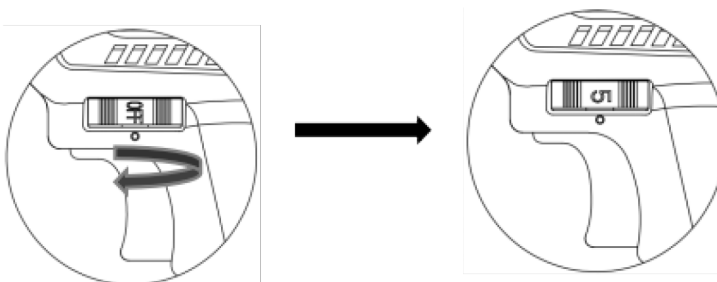

Рис. 10
5. Поверните колесо регулировки давления из положения «OFF» (выключено), в положение 1-2-3-4 или 5 (рис. 10).